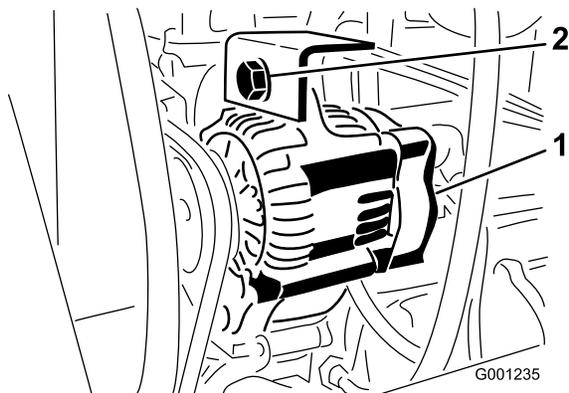

図 74
2. オルタネータの取り付けボルトをゆるめる 図 74。
3. オルタネータベルトの張りを調整し、ボルトを締め付ける 図 74。